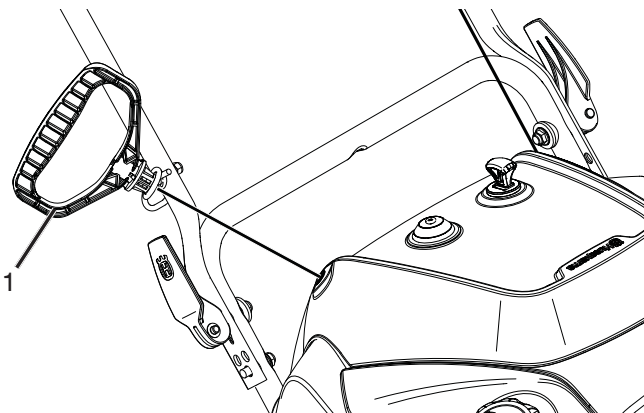
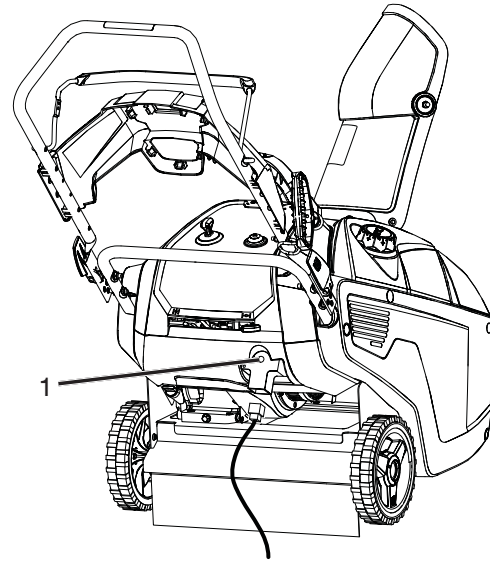

Figure 11
Figure 12
4. Tirer le lanceur à enrouleur (Figure 11) ou si votre souffleur à neige est équipé d'un démarreur électrique, brancher une rallonge au souffleur à neige et brancher l'autre extrémité dans une prise d'alimentation à trois trous 110 volts c.a., puis appuyer sur le bouton du démarreur électrique (Figure 12).
6. Débrancher la rallonge de la source d'alimentation et de la souffeuse à neige (Figure 12).